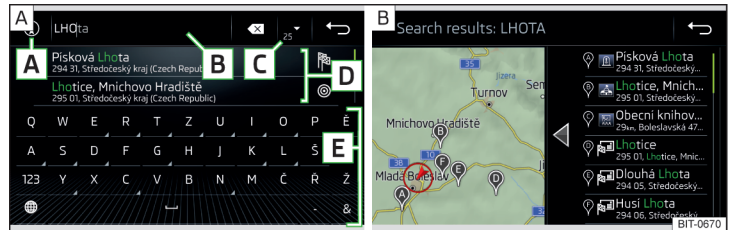
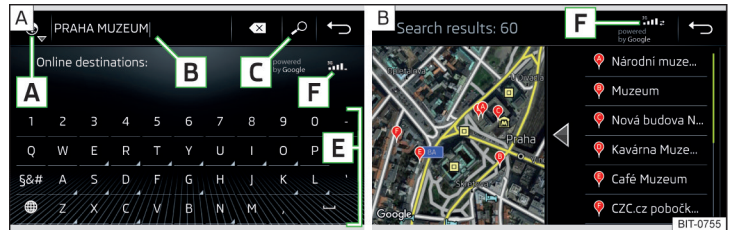

Abb. 223 Ziel suchen: Hauptmenü / Liste der aufgesuchten Ziele
Abb. 224 Ziel online suchen: Hauptmenü / Liste der aufgesuchten Ziele
- » Die Funktionsfläche **A** » Abb. 223 → antippen.
- » Zur Anzeige der aufgesuchten Ziele die Funktionsfläche **C** ▾ » Abb. 223 antippen.
- » Die Funktionsfläche **A** » Abb. 224 → antippen.
- » Zur Anzeige der aufgesuchten Ziele die Funktionsfläche **C** ↻ » Abb. 224 antippen.
Beschreibung der Funktionsflächen » Abb. 223 bzw. » Abb. 224
- ▾ - Anzeige einer Liste mit aufgesuchten Zielen entsprechend den eingegebenen Zeichen » Abb. 223 - **B**
- ↻ - Anzeige einer Liste mit online aufgesuchten Zielen entsprechend den eingegebenen Zeichen » Abb. 224 - **B**
- ▶ **Suchen** - Ziel- / Sonderzielsuche » Abb. 223